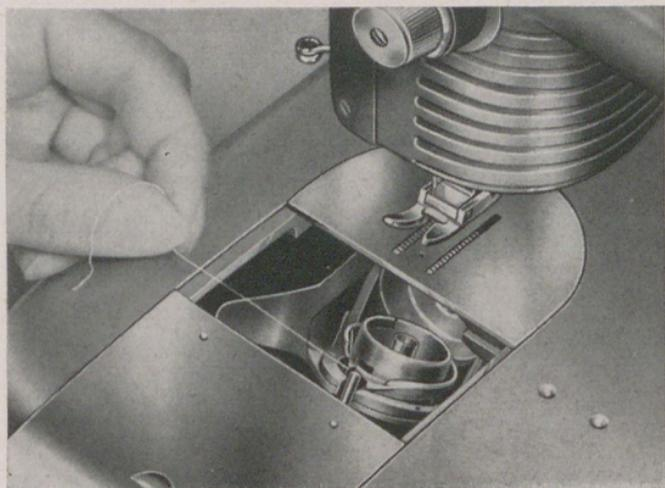

BILD 18
*II. Typ B: Rundgreifer mit Brille (Bild 18)*